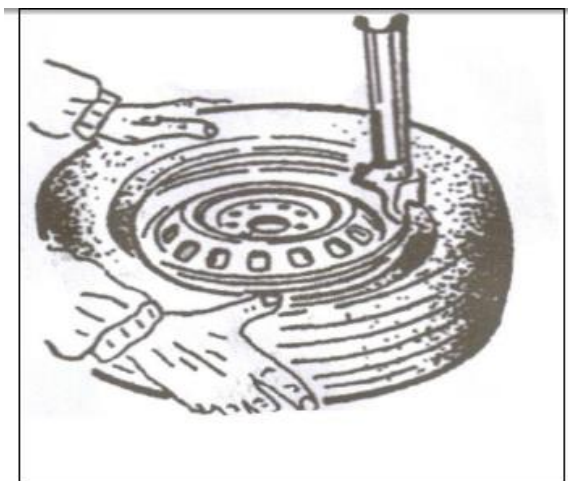

РИС. 22
4.2.3 Если есть камера, поместите ее в шину и зафиксируйте. Зафиксируйте кромку в соответствии с вышеупомянутой процедурой (РИС.22). В процессе зажима диска руки не должны попадать между диском и зажимом, чтобы избежать травм.
При накачке шин, пожалуйста, будьте внимательны и следуйте порядку работ. Убедитесь, что система подачи воздуха в порядке. Эта машина оснащена манометром для контроля накачки шины и давления при накачке (РИС. 22).